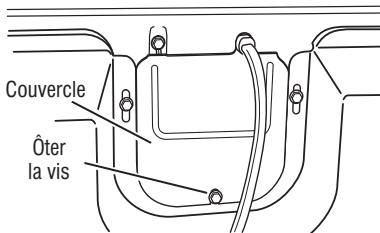

Figure 5 - Retirer le couvercle (à gaz).
- Retirer le couvercle à l'arrière de la sècheuse. Voir Figure 5.